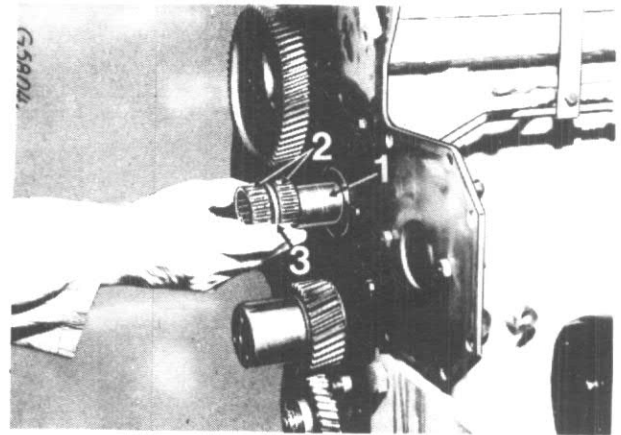

Figure 23
Installez les pièces (1 - 3) comme indiqué sur la fig. 23. Graissez les roulements à aiguilles (2).